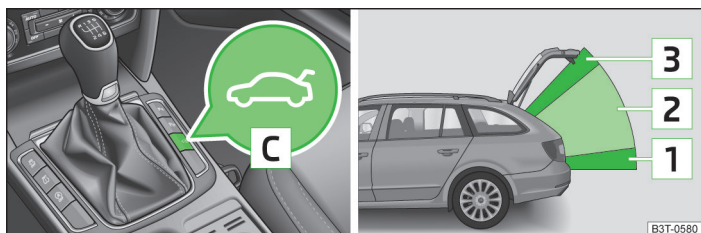

Fig. 25 Operarea capotei / Zone de operare
- > Cu tasta **C** din consola centrală » fig. 25.
Sistemul deosebește 3 zone de operare, în care funcția elementelor individuale de comandă se schimbă » fig. 25. De asemenea, se face diferența și între pozițiile finale ale capotei portbagajului - complet închisă în încuietoarea încuiată și complet deschisă.
Ton întrerupt	Deschiderea (cu tasta  de pe cheia cu telecomandă sau cu tasta C » fig. 25 la pagina 40 ) Închiderea automată a capotei » pagina 39,  în capitolul Introducere în temă